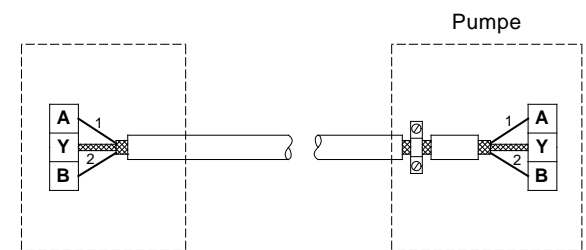

Abb. 15 Anschluss mit abgeschirmten 2-adrigem Kabel
- Wurde in der bestehenden Installation ein abgeschirmtes 2-adriges Kabel verwendet, ist dieses wie in Abb. 15 gezeigt anzuschließen.